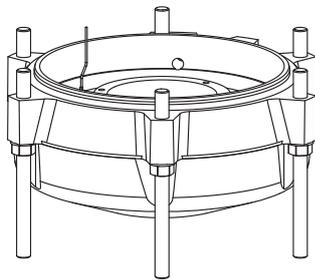

Imagen 20: Retirar la placa de desgaste (J 205, J405)
7.6 Placa de desgaste en J 205 y J 405 (Imagen 20)